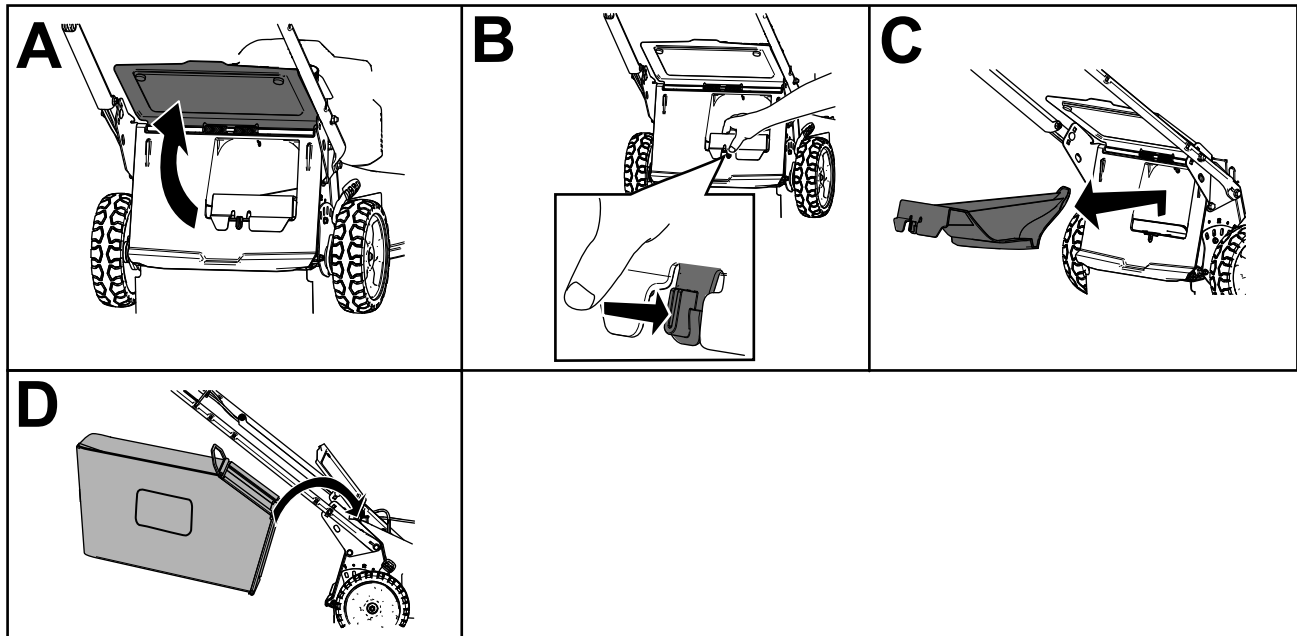

Bild 15
2. Heben Sie das hintere Ablenkblech an und halten Sie es hoch (A in Bild 15).
3. Drücken Sie zum Entfernen der Heckauswurfklappe mit dem Daumen auf den Riegel und ziehen die Klappe aus der Maschine (B und C von Bild 15).
4. Setzen Sie die Enden der Fangkorbstange in die Kerben an der Unterseite des Holms ein und bewegen den Fangkorb nach vorne und hinten, um sicherzustellen, dass die Enden der Stange richtig in den Kerben sitzen (D von Bild 15).
3. Nehmen Sie die Fangkorbstange am Fangkorb aus den Kerben an der Unterseite des Griffes (A von Bild 15).
4. Setzen Sie die Heckauswurfklappe ein (B von Bild 15).
5. Senken Sie das Heckablenkblech (C von Bild 15).